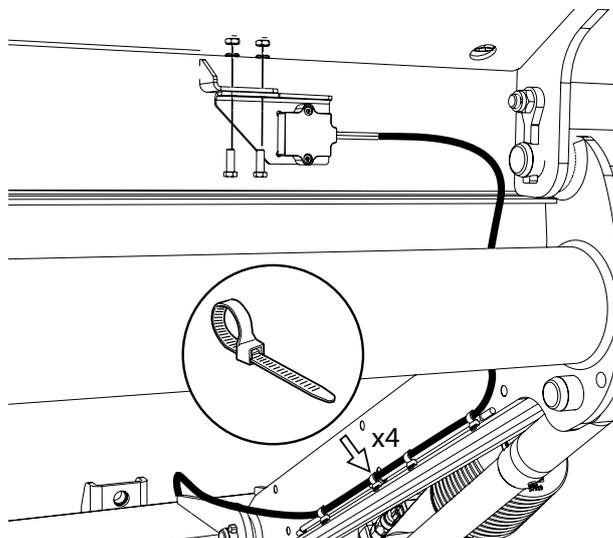

Abb.49. Einbau des Neigungsmessgeräts
1. Den Neigungsmesser mit den dazugehörigen Schrauben, Muttern und Einschüben an der Plattform anbringen und das Kabel mit Kabelband befestigen, siehe Abb.49.